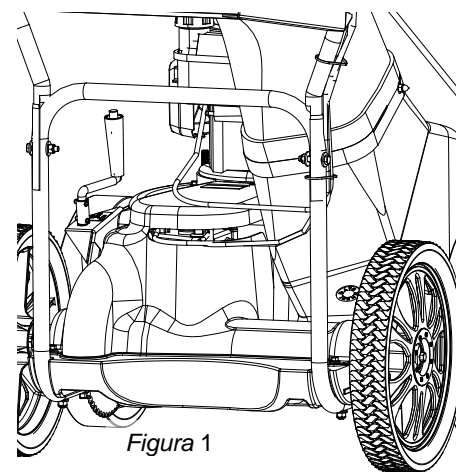

Figura 1
1. Fixe o conjunto do exaustor à carcaça e o mantenha no lugar durante o passo 2. **OBSERVAÇÃO:** Certifique-se que todos os cabos estejam direcionados no lado inferior do exaustor e da carcaça. (Consulte a Figura. 1)